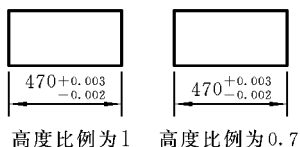

图 6.25 “高度比例”标注结果
④ 高度比例:上偏差、下偏差数值的高度与尺寸文本的高度比。机械行业一般取 0.7,而选“对称”选项时则仍取 1,如图 6.25 所示。